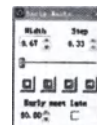

Рис. 10-5: Зона повторного обратного входа возбуждения.
Чтобы выявить такие зоны, Система определяет разницу в значениях ЛВА между двумя соседними точками на основании критерия, заданного в «Auto Color Range» (Автоматическая настройка диапазона цвета). Если разница превышает величину критерия или равна ей, на карте появится участок, на котором период ранней активации совпадает с периодом более поздней активации. Он будет выделен темно-красным цветом (повер стандартной цветовой интерполяцией), см. Рис. 10-5 (справа).
1) Нажать на значок [Propagation] (Распространение) на панели инструментов, чтобы открыть диалоговое окно «Early Meets Late» (Рис. 10-5, слева).